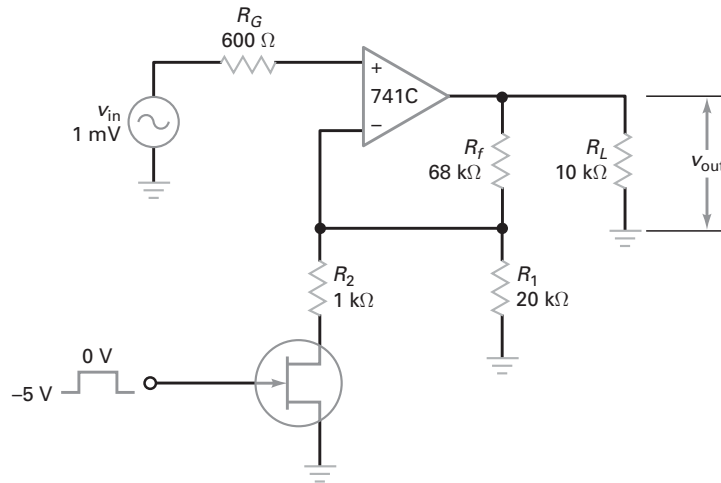

Figura 18-39
- 18-9** Se $V_{\text{GS(off)}} = -5 \text{ V}$, qual a tensão de saída mínima e máxima na Figura 18-39?